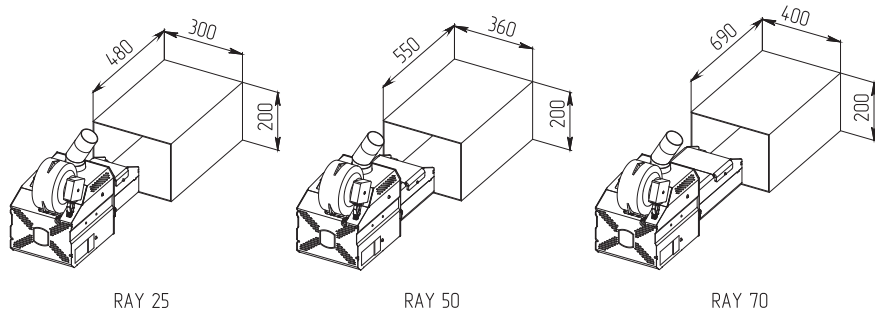

Рис. 6 Минимальные габариты топки котла
- Минимальные габариты топки для установки приставной пеллетной горелки представлены на **Рис. 6**.